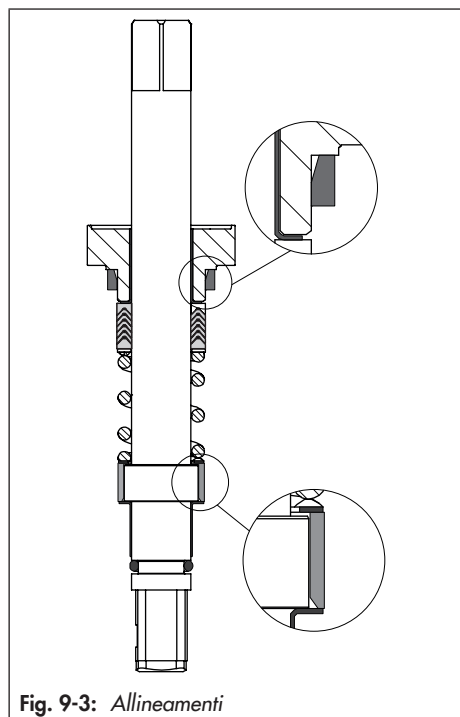

Fig. 9-3: Allineamenti
Vedere Fig. 9-2 e Fig. 9-3
5. Applicare del lubrificante tra i singoli anelli a V del nuovo premistoppa (40) e assemblare gli anelli a V per formare un premistoppa.
6. Applicare del lubrificante sul diametro interno ed esterno del premistoppa (40).
7. Inserire l'anello (35) sull'albero della valvola (12) nell'alloggiamento della valvola. Assicurare l'allineamento corretto utilizzando il bordo smussato, vedere Fig. 9-3.
8. Montare il distanziatore (49) in modo da coprire la spalla dell'albero della valvola (12). Assicurare l'allineamento corretto utilizzando il bordo smussato, vedere Fig. 9-3.
- Inserire la prima rondella scorrevole (24), la molla (10) e la seconda rondella (20) nello spazio del premistoppa.
- Inserire il premistoppa (40) nello spazio del premistoppa. Assicurare l'allineamento corretto degli anelli a V, vedere Fig. 9-3.
- Lubrificare il collegamento a vite (60 o 65, 75) e fissare il premistoppa (15) insieme alla bussola del cuscinetto (17) all'alloggiamento della valvola utilizzando il collegamento a vite (60 o 65, 75). Rispettare le coppie di serraggio.